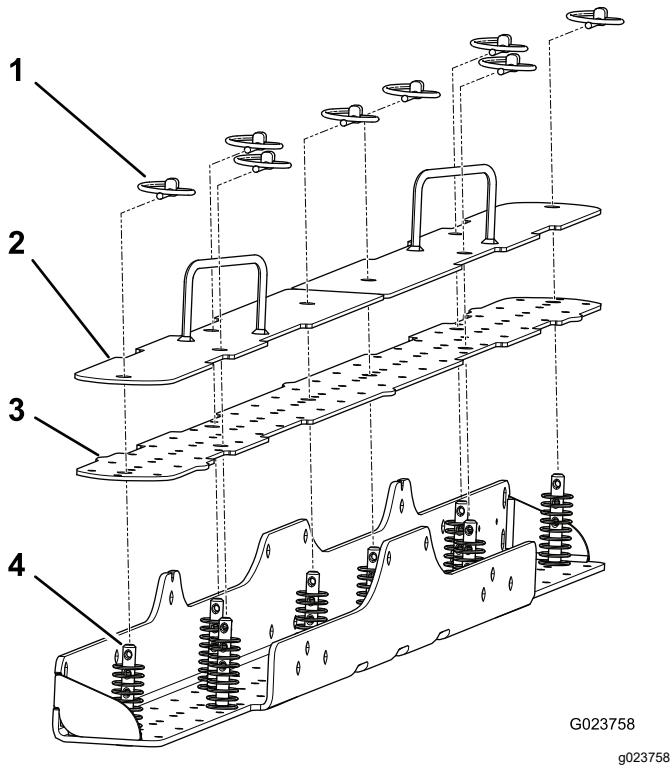

Bild 3
- Nehmen Sie die Klappstecker aus den acht Lastösenbolzen heraus, mit denen die Nagelplatte und die oberen Platten an der unteren Platte befestigt sind (**Bild 3**)